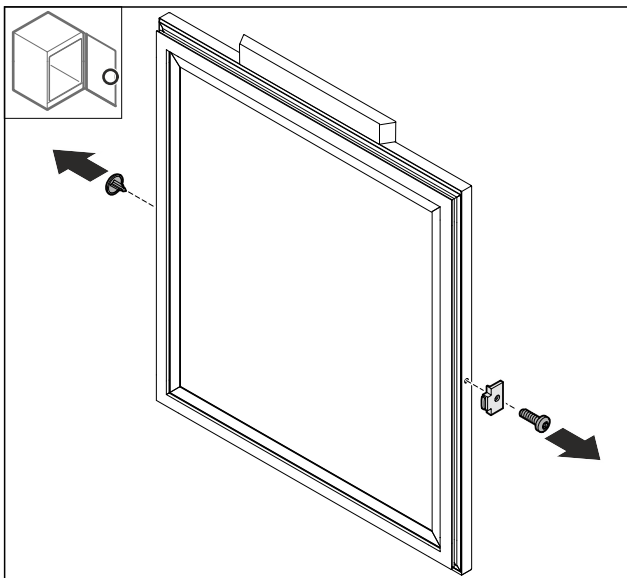

Fig. 17
- Retirer le cache Fig. 17 (1).
- Démonter la butée de porte Fig. 17 (2).